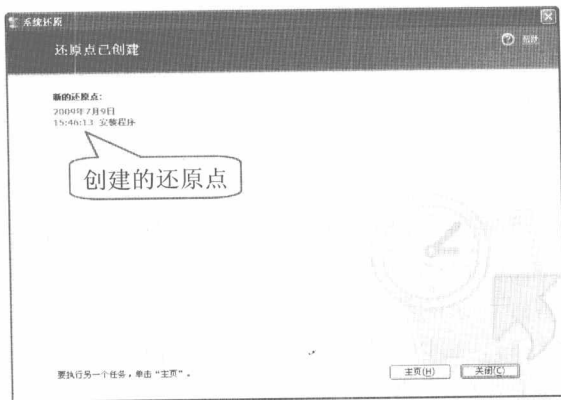

图 10-3 创建还原点完成
步骤③ 在接下来的对话框中将显示还原点的相关信息(如图 10-3 所示),单击“关闭”按钮即可。
(2) 通过还原点恢复系统